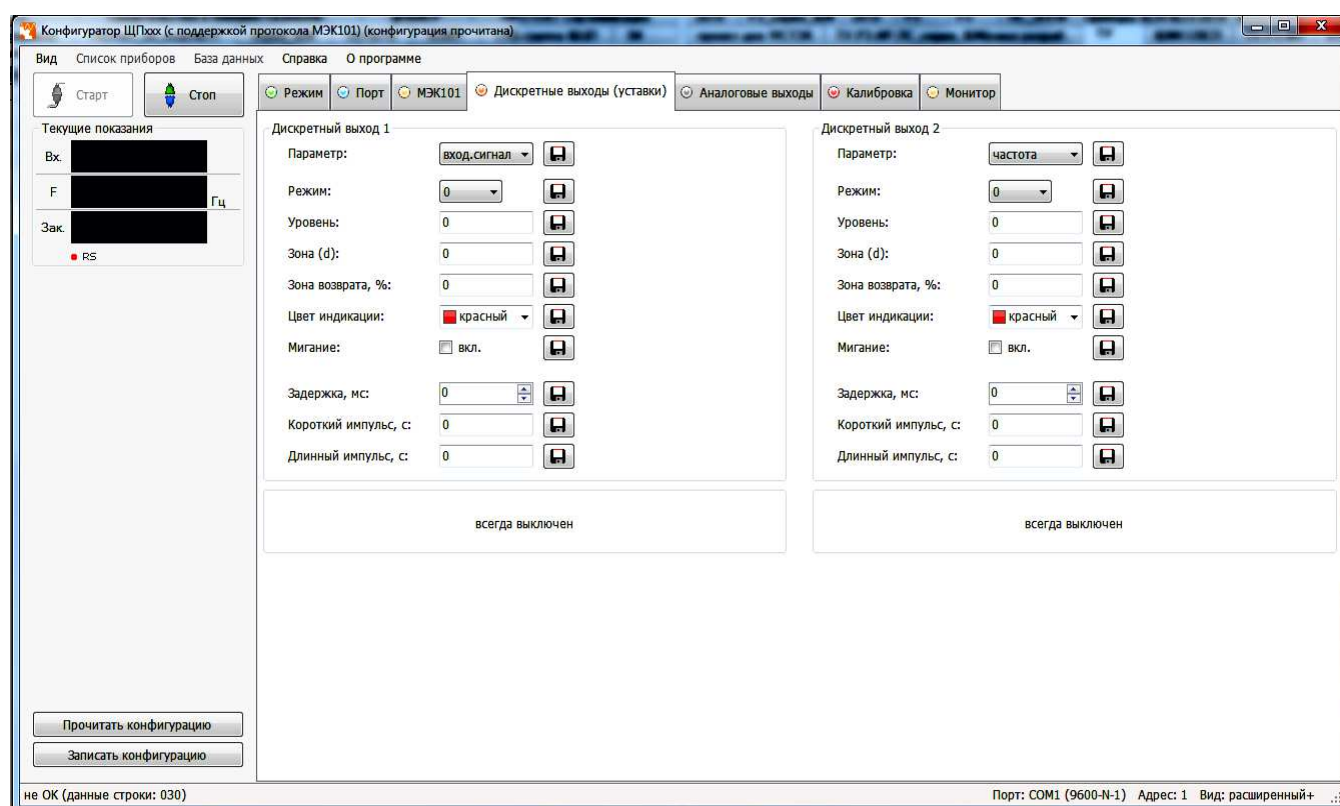

Рисунок 7 – Настройка дискретных выходов
3.8.6 Конфигурирование дискретных выходов (рисунок 7)